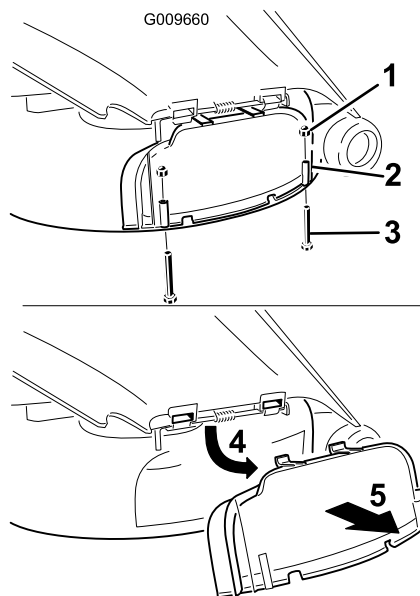

Figura 28
3. Remova os 2 parafusos e porcas que fixam a cobertura de descarga ao cortador (Figura 28).